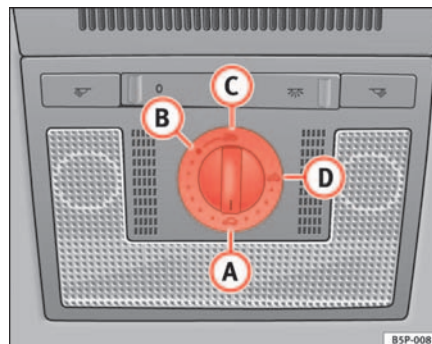

Abb. 72 Ausschnitt aus dem Dachhimmel: Drehschalter Schiebe-/Ausstelldach
- Drehen Sie den Drehschalter in Stellung **A** ⇒ Seite 108, Abb. 72 ⇒ .